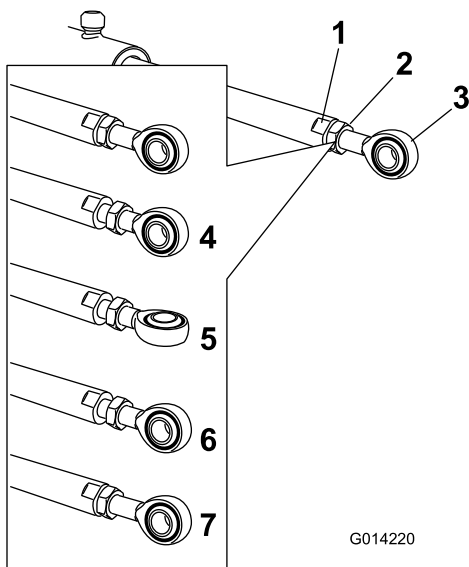

Рисунок 97
5. С помощью ключа, накинутого на плоские грани штока привода, удерживайте его неподвижно, затем ослабьте контргайку, чтобы можно было перемещать шток с проушиной (Рисунок 97).
- Поверните шток с проушиной в штоке привода, чтобы сократить или удлинить привод для установки в требуемое положение (Рисунок 97).